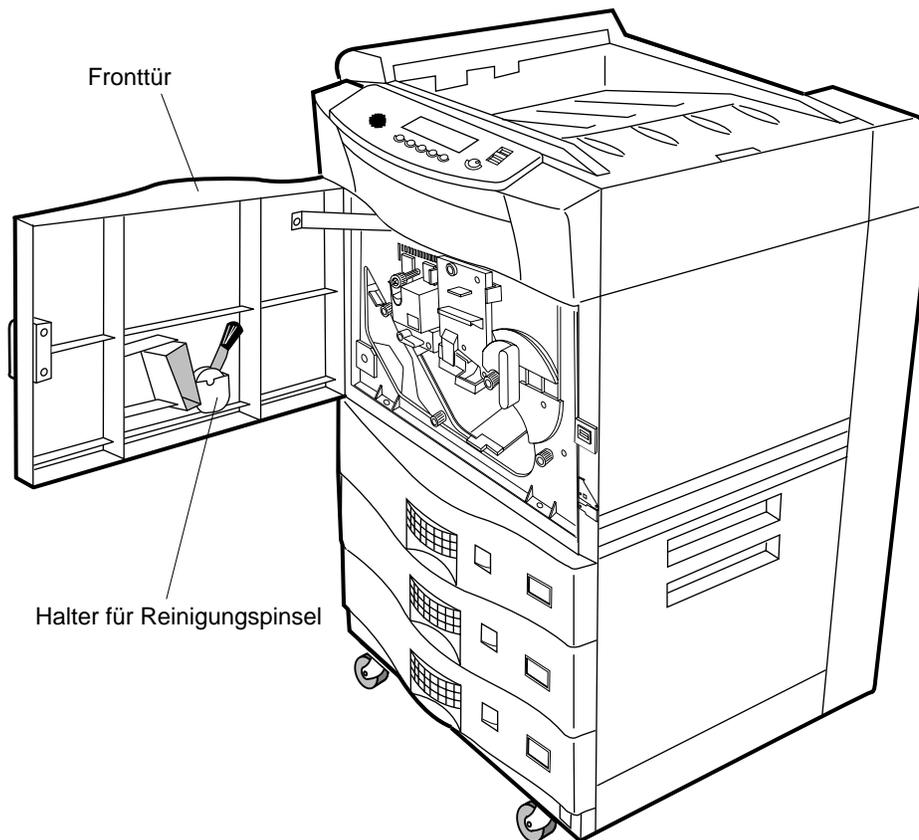

Abbildung 2-35 Halter für Reinigungspinsel
2. Entfernen Sie die Kunststoffhülle, und stellen Sie den Reinigungspinsel in die Fronttür (siehe Abbildung 2-35).